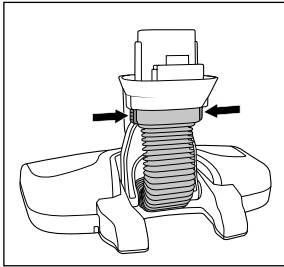

Fig. 17
- ◆ Pulse ambos botones de desencastre 15 del tubo flexible y retire el tubo flexible (consulte la fig. 17).